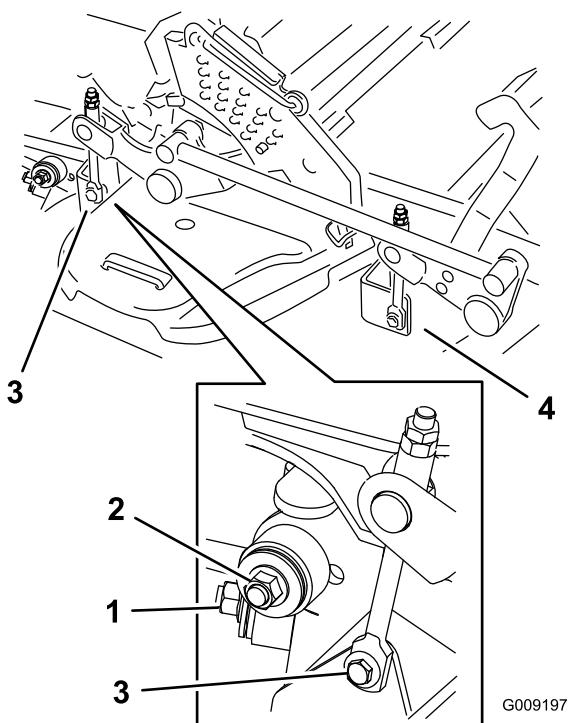

Figura 101
7. Retire y guarde los herrajes de ambos lados de la carcasa, según se muestra en Figura 101.